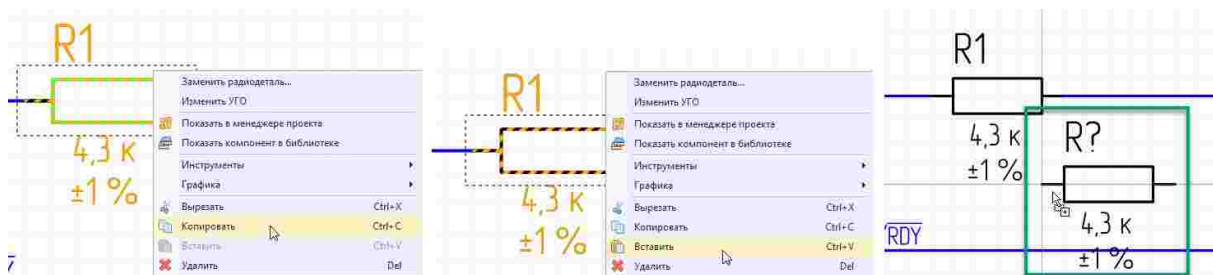

Рис. 187 Копирование и вставка объекта на схеме
3. Перейти на свободное место листа схемы и в контекстном меню выбрать пункт «Вставить», после чего скопированный объект будет размещен, см. Рис. 187.